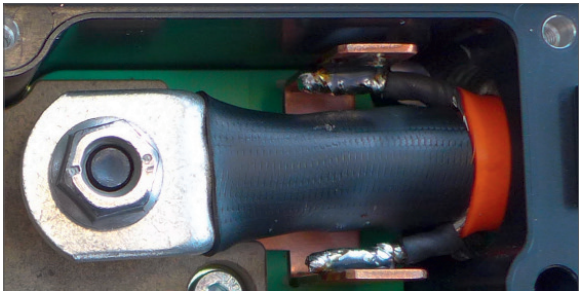

Abb. 8-24: Leitung HV+, Abschirmungsstränge mit Schirmdurchführung verlötet
- ▶ Die Abschirmung wird über eine isolierte Schirmdurchführung durchgeleitet. Hierfür wird das Abschirmgeflecht der HV-Leitung geteilt und zu zwei gleich langen Strängen verdreht, die mit den Lötflächen der Schirmdurchführung verlötet werden (Abb. 8-24).